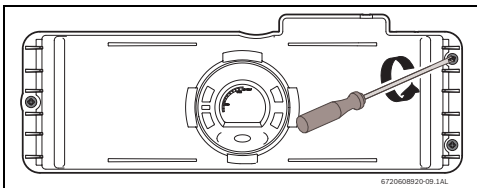
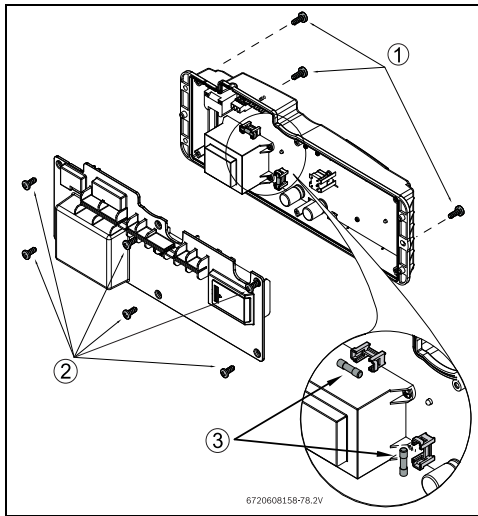

Fig. 34
Fig. 35 Ubicación de los fusibles
- ▶ Aflojar tres tornillos en la parte delantera de la caja electrónica (Fig. 34 y Fig. 35, [1]).
- ▶ Jalar la caja electrónica para acceder a los seis tornillos situados en la parte posterior y retirarlos (Fig. 35, [2]).
- ▶ Después de verificar los fusibles (Fig. 35, [3]) proceder al montaje de todas las piezas en el orden inverso.